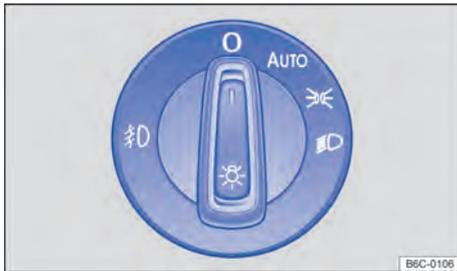

Fig. 62 Ao lado do volante: interruptor de luzes.
A luz de controle ☞ no interruptor das luzes → Fig. 62 indica o farol de neblina ligado.
- Ligar o farol de neblina ☞: puxar o interruptor das luzes → Fig. 62 da posição ☞ ou ☞ até o primeiro engate.